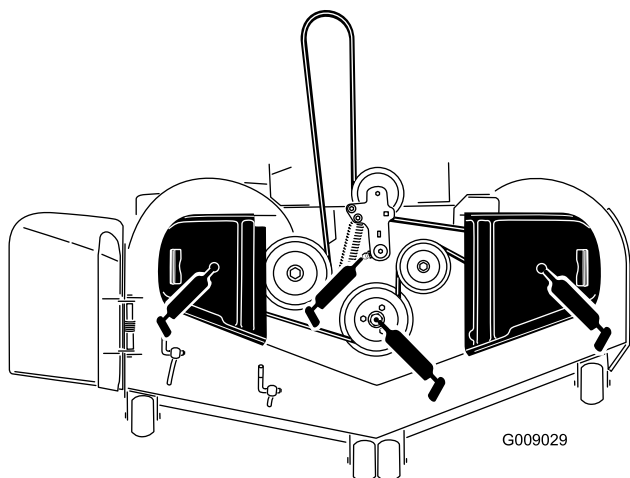

Figura 43
3. Lubrificare il perno della puleggia tendicinghia del piatto di taglio finché non fuoriesce grasso dalla parte inferiore (Figura 43).
- Lubrificate i raccordi sulla parte superiore dei 3 cuscinetti del mandrino finché il grasso non fuoriesce (Figura 43).
- Ingrassate il braccio di rinvio della cinghia di trasmissione (Figura 43).